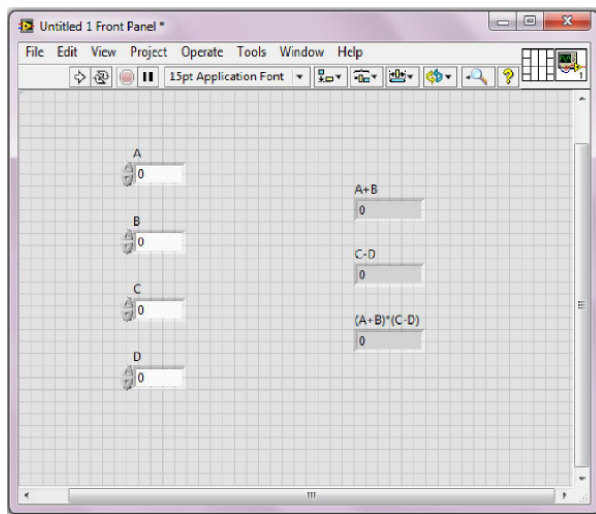

Рис. 2.
4. На даний момент передня панель повинна виглядати так, як показано на рис. 2.